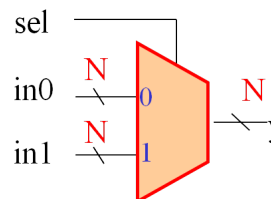

图 1.1 数据选择器
下面用图1.1所示的数据选择器的Verilog HDL描述来说明模块结构。
- ①Verilog HDL模块的内容包含在“module”和“endmodule”两个语句之间。
- ②首先要给出模块名,之后的括号内给出的是端口列表。本例模块取名mux2to1,参照图1.1,端口列表中端口即为硬件中外接引脚,模块通过这些端口与外界联系。
- ③参数定义,本例定义一个参数N,表示输入、输出数据的位数,默认N为1。这样,以后,其它模块可调用该模块时,可通过参数传递来改变参数N的值。参数传递的方法留在后面章节交代。
- ④端口说明,说明端口类型(input)、输出(output)和双向端口(inout)。
- ⑤数据类型定义,定义端口或变量的数据类型(wire、reg等)。
- ⑥描述逻辑功能描述,本例有用always过程块描述数据选择器的逻辑功能。
- ⑦用“//”可以进行单行注释,用“/*.....*/”可以进行多行注释。另外,begin-end相当于C语言中的{ }。